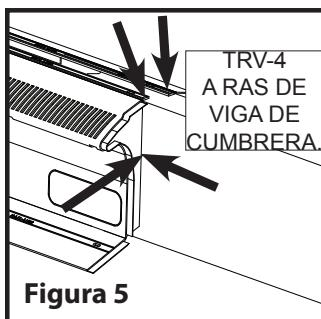
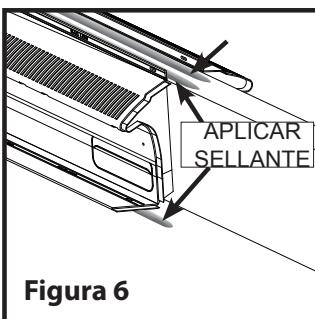

Figura 5
Figura 6
3. Colocar la TRV-4 contra la viga de cumbre y plegar la brida inferior abisagrada para adaptarla a la pendiente del techo. Fije la salida de ventilación TRV-4 a la superficie lateral de la viga de cumbre utilizando clavos de 1-3/4" como mínimo en los orificios moldeados. (véase la Figura 6) Fije la brida inferior con clavos de $\frac{3}{4}$ " como mínimo, usando la línea de orificios moldeados. (véase la Figura 5) Fije la brida superior con clavos de $\frac{3}{4}$ " como mínimo, usando la línea de orificios moldeados. (véase la Figura 5)